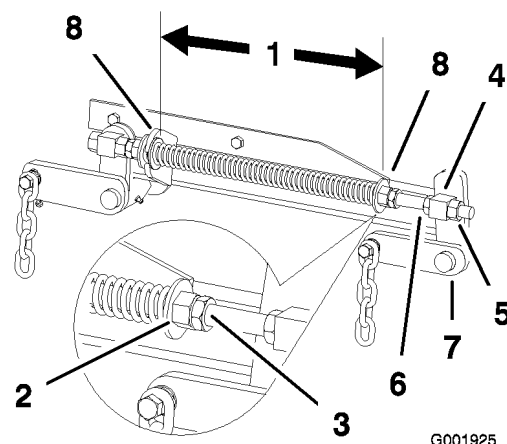

Figure 60
de 52 pouces, et de 26,7 cm pour les plateaux de coupe de 60 pouces (Figure 60).
3. Réglez cette distance en desserrant l'écrou de blocage du ressort et en tournant l'écrou devant chaque ressort (Figure 60).
4. Bloquez l'écrou en position en serrant l'écrou de blocage du ressort (Figure 60).